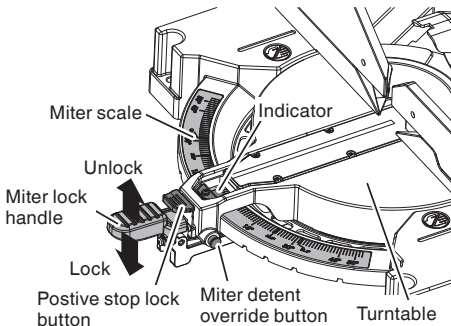

Fig. 14
10. Miter detent override button (Fig. 14)